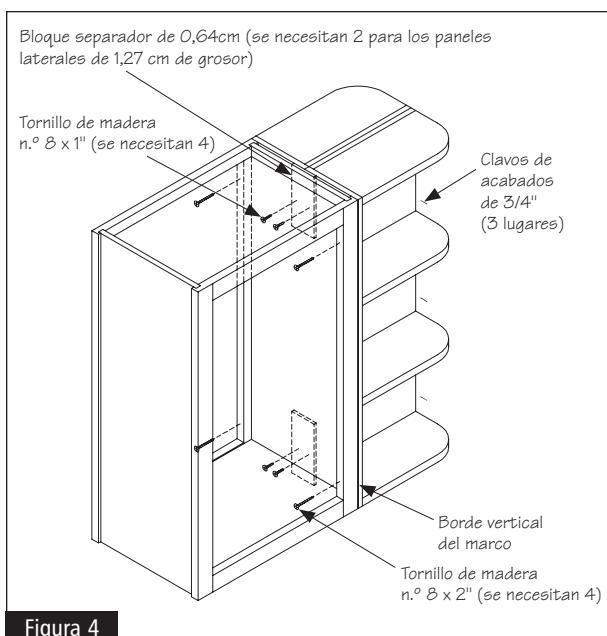

Figura 4
- 2 Use una broca para taladro de 3/32" de diámetro para avellanar dos orificios guía a través de cada bloque separador (sólo para los paneles laterales de 1,27 cm de grosor) y panel lateral del gabinete adyacente. Ubique los orificios guía aproximadamente en el centro de los bloques separadores (sólo para los paneles laterales de 1,27 cm de grosor). Vea la figura 4.
- 3 Usando una broca de 5/32" de diámetro, perfore y avellane dos agujeros guía a través de la parte posterior y frontal de los bordes verticales del marco del gabinete en península adyacente. Debe centrar los agujeros en el borde interior de del borde vertical del marco del frente hacia atrás, además de que debe haber de dos a tres pulgadas de distancia entre su parte inferior y su parte superior. Vea la figura 4.
- 4 Junte y fije los SEWs con tres clavos de acabados de 3/4". Coloque las unidades SEW en el lugar deseado. Le recomendamos usar abrazaderas de madera para fijar la unidad en el lugar deseado hasta que la asegure. Fije las unidades con cuatro tornillos de madera n.º 8 x 1" a través de los agujeros guía que perforó en los espaciadores en el paso 2; luego ponga los cuatro tornillos de madera n.º 8 x 2" a través de los agujeros guía que perforó en el borde vertical del marco en el paso 3. Vea la figura 4.